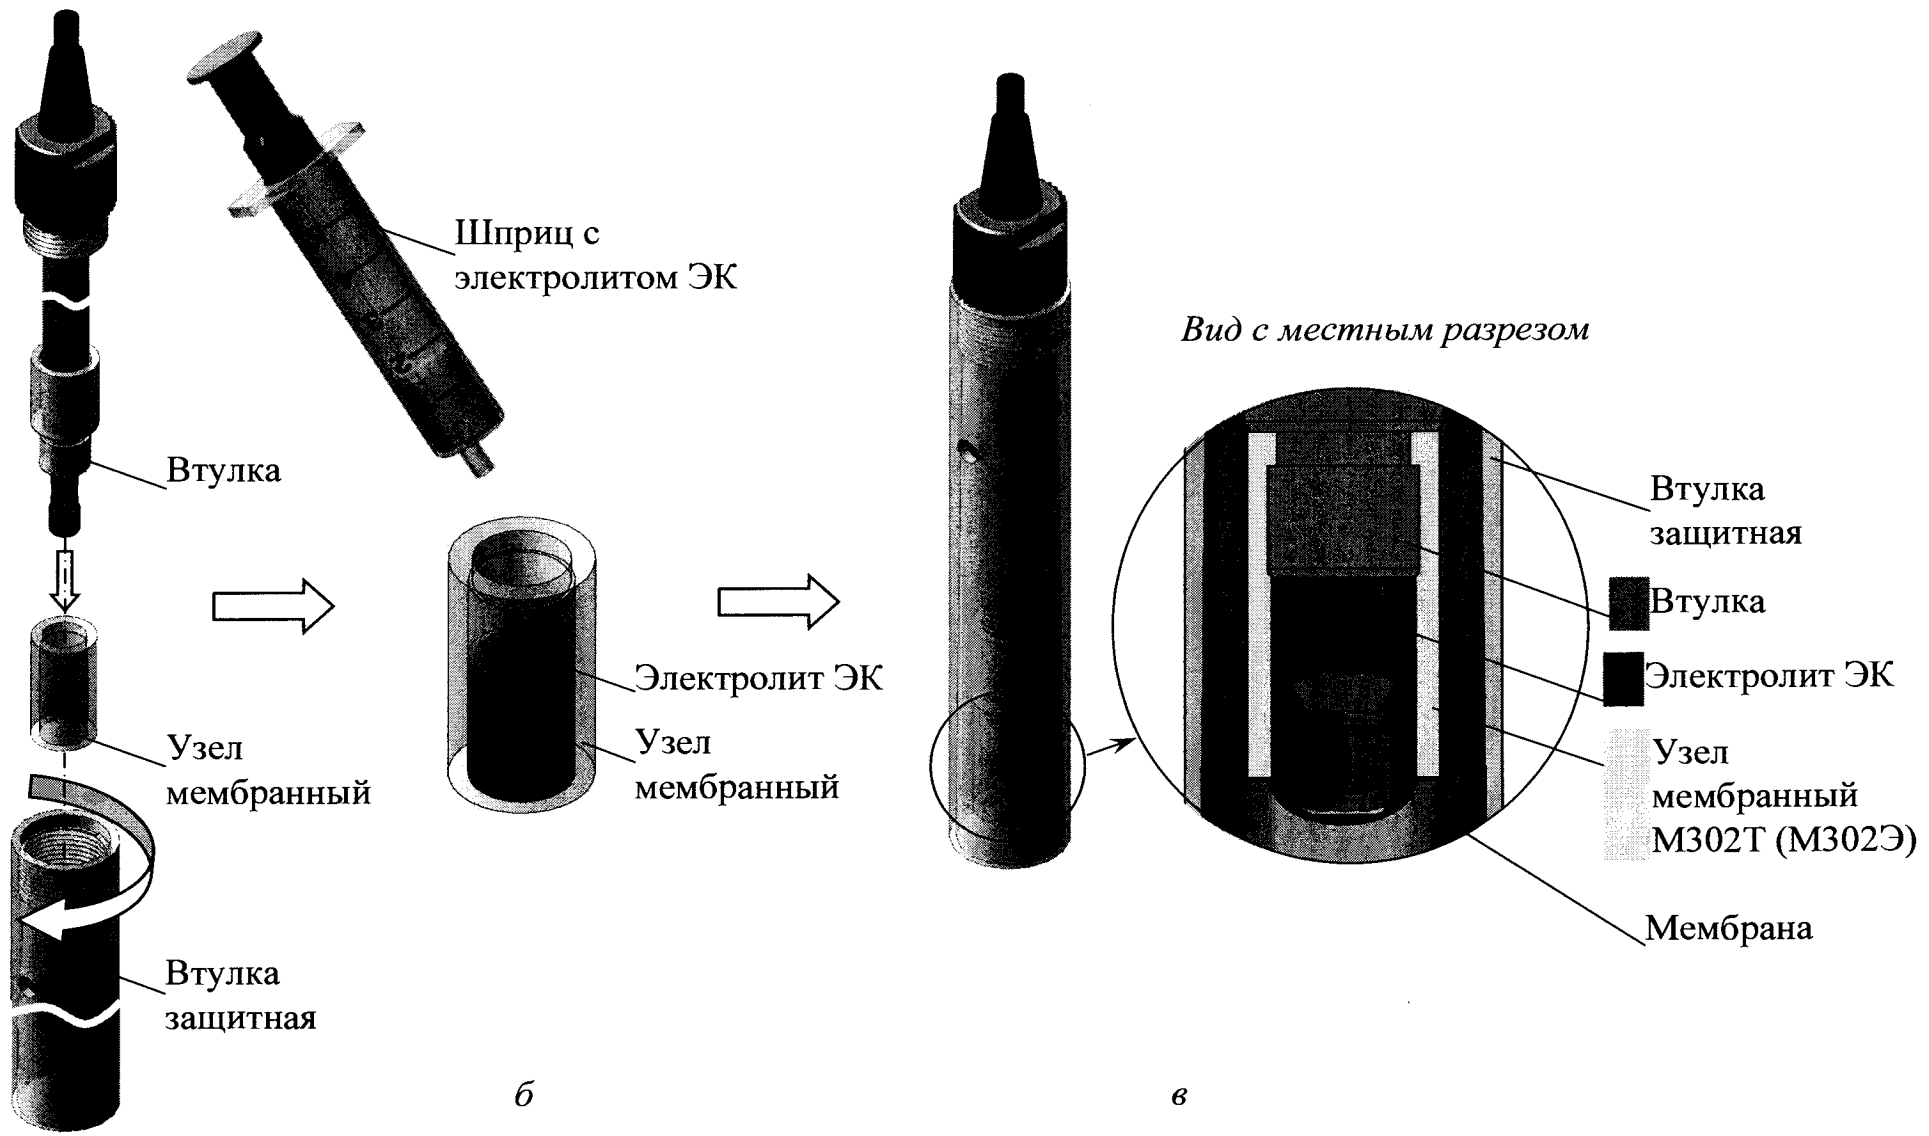

Рисунок 2.2 – Заливка электролита ЭК в датчик ДК-302Т (ДК-302Э)
- отвернуть и снять с датчика защитную втулку (рисунок 2.2а);
- залить осторожно с помощью шприца в мембранный узел на 2/3 от объема (0,7 см³) электролит ЭК (рисунок 2.2б);
- установить до упора на втулку датчика узел мембранный, удерживая его в вертикальном положении (рисунок 2.2в);